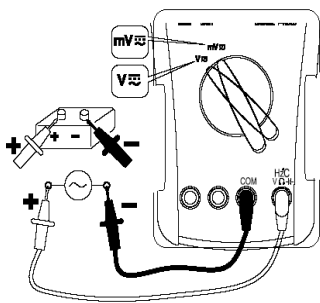

Рис. 7.1
4. Подключить измерительные провода к источнику напряжения (рис. 7.1).